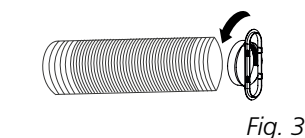

Fig. 3
- 2 Estenda o outro lado da mangueira e aparafuse na saída da mangueira (Fig. 3).